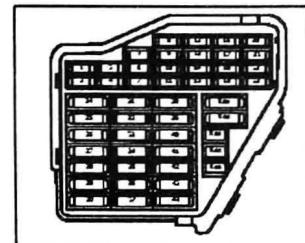

图1-1-29 示意图
(1) 如图1-1-29所示，拔下保险丝S228、S232及S234（位置号为28、32及34），进行执行元件诊断，启动活性罐电磁阀1（N80）。将万用表（电压挡）接到搭铁与下列保险丝的一个触点上，见表1-1-4。